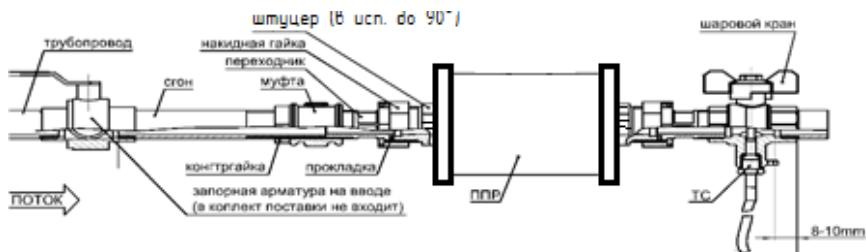

Рис.8.1
4.4.1 В выбранном месте установки первичного преобразователя необходимо вырезать участок трубопровода с учётом габаритной длины ПРПН/Р, переходников, шарового крана и сгона (см. рис. 8.1).
установить ТС в шаровый кран (см. рис. 8.1).